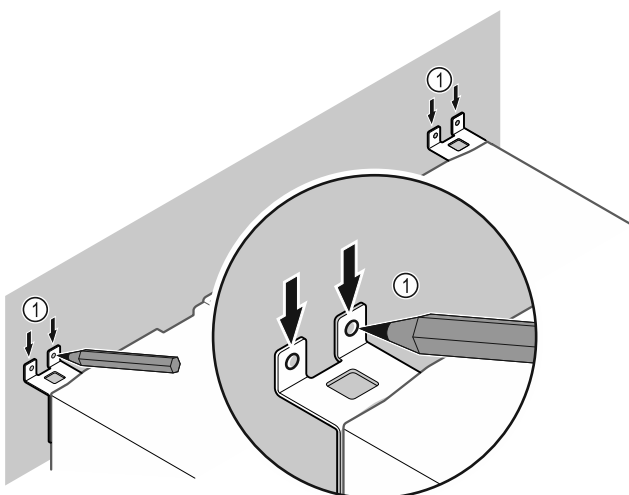

Fig. 10
- ▶ Tracer des repères sur le mur Fig. 10 (1).